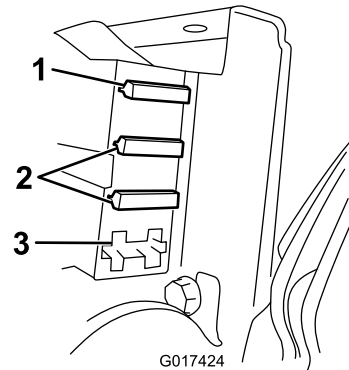

图42
3. 检查保险丝盒内的保险丝图42。
- 如果任何保险丝熔断请使用具有适当电压和电流的保险丝进行更换图42。